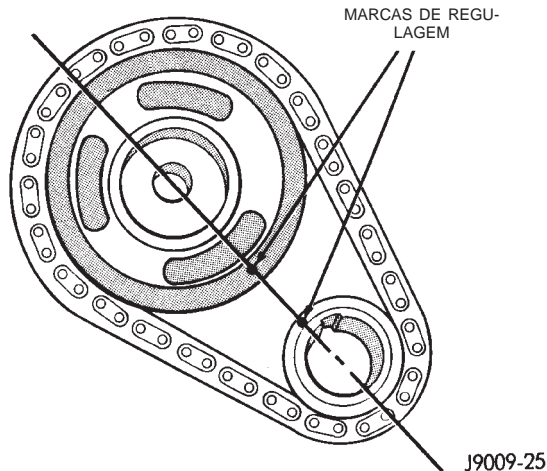
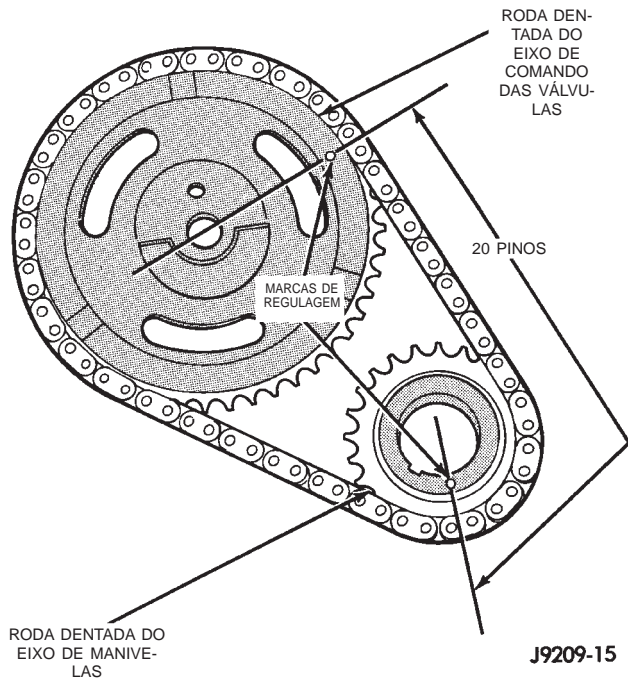

Fig. 44 Alinhamento do Eixo de Manivelas e do Eixo de Comando das Válvulas
Fig. 47 Verifique a Instalação das Rodas Dentadas — Corrente
(5) Remova a tampa da caixa de regulagem.
(6) Gire o eixo de manivelas até que a marca de regulagem "0" esteja mais próxima e na linha central com a marca de regulagem da roda dentada do eixo de comando das válvulas. (Fig. 44).
(3) Aplique Mopar® Silicone Rubber Adhesive Sealant no rasgo de chaveta do eixo de manivelas e insira a chaveta. Com a chave no rasgo da chaveta do eixo de manivelas, instale o eixo de manivelas, as rodas dentadas do eixo de comando das válvulas e a corrente de distribuição. Verifique se as marcas de regulagem estão alinhadas adequadamente nas rodas dentadas. (Fig. 44).
(4) Remova a arruela e o parafuso retentor da roda dentada do eixo de comando das válvulas. Aperte o parafuso com um torque de 108 N·m (80 pés-lb.).
(5) Para verificar a instalação correta da corrente de distribuição, gire o eixo de manivelas para posicionar a marca de regulagem da roda dentada do eixo de comando das válvulas, conforme ilustrado em (Fig. 47). Conte o número de pinos da corrente entre as marcas de regulagem de ambas as rodas dentadas. Deve haver 20 pinos.